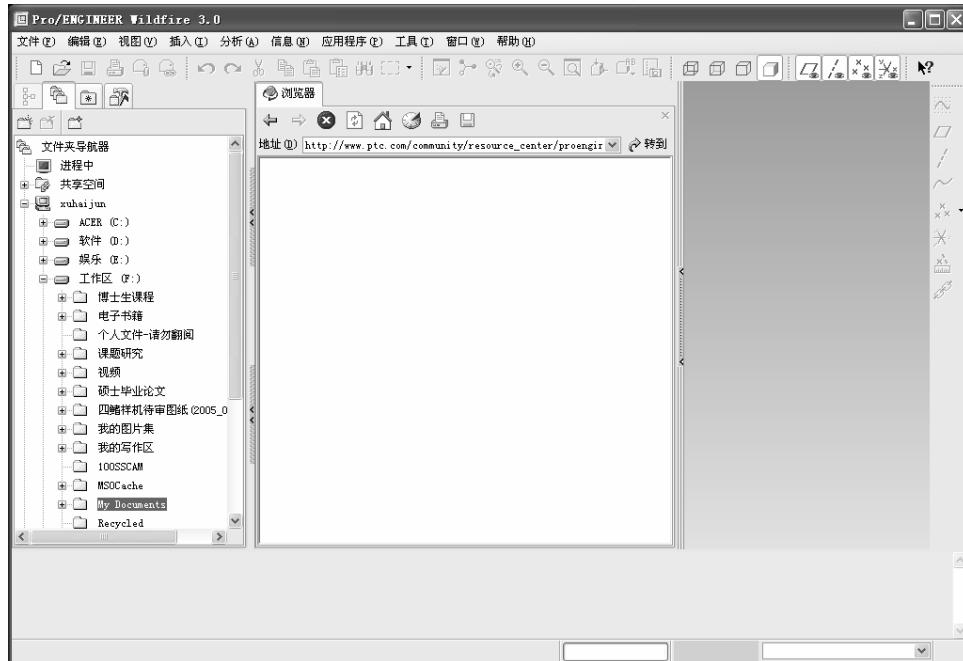

图 1.2.1 Pro/ENGINEER Wildfire 3.0 的初始环境界面
(1) 启动 Pro/ENGINEER Wildfire 3.0 后，系统将显示如图 1.2.1 所示的初始环境界面，此界面窗口的左侧分别为【文件夹导航器】、【浏览器】滑动面板。